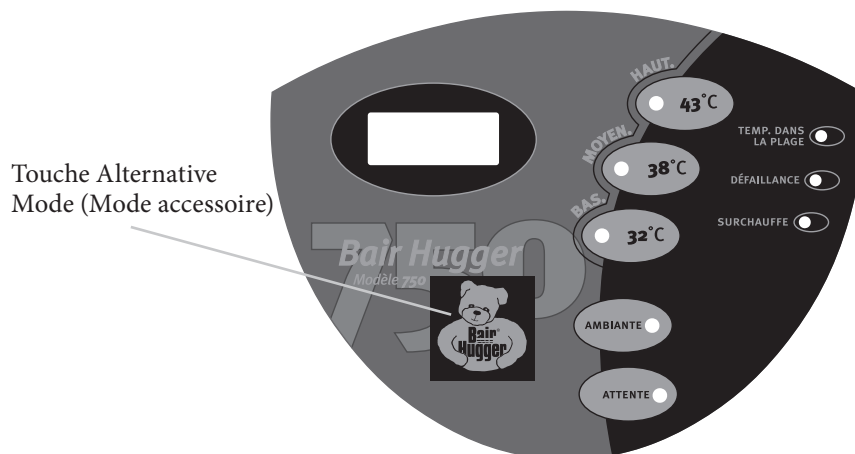

Figure 2. Panneau de commande
4. Tenir les touches **Alternative Mode** (Mde accessoire) (voir la figure 2, page 8) et **Ambient** enfoncées simultanément pendant trois secondes. L'appareil de gestion de la température est maintenant en mode *Calibration* (Etalonnage). Lorsque ce mode est activé, l'appareil de gestion de la température exécute les tâches ci-dessous.
4. Tenir les touches Alternative Mode (Mode accessoire) (voir la figure 2, page 63) et High (élevé) enfoncées simultanément pendant trois secondes. L'appareil de gestion de la température est maintenant en mode Forced Over-temperature (Surchauffe forcée). Lorsque ce mode est activé, l'appareil de gestion de la température exécute les tâches ci-dessous.
2. Tenir les touches **Alternative Mode** (Mode accessoire) (voir la figure 2, page 63) et **Low** (faible) enfoncées simultanément pendant trois secondes. L'appareil de gestion de la température est maintenant en mode *Fault Code Log* (Journal des codes de défaillance). Lorsque ce mode est activé, l'appareil de gestion de la température exécute les tâches ci-dessous.
- c. Le texte « FC(n) XX » (CD[n] XX) s'affiche sur l'écran alphanumérique. L'abréviation « FC » (CD) correspond à « code de défaillance », « n » à l'ordre numérique du code de défaillance dans le journal et « XX » au code de l'état de défaillance. Voir la liste des codes de défaillance et leur signification à la page 69.